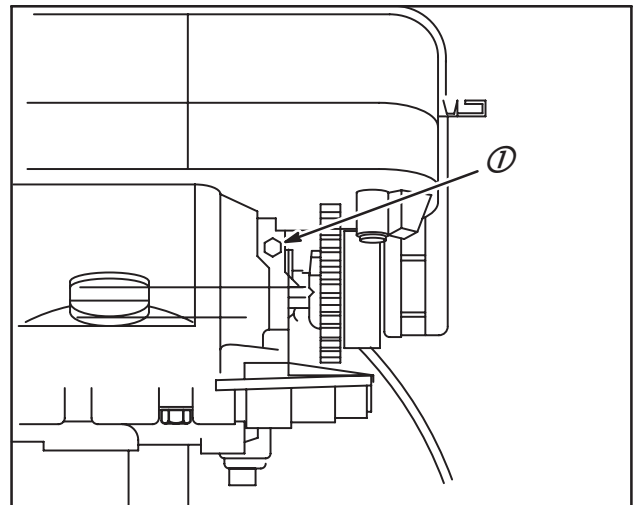

Fig. 22
1. Dévisser la vis de fixation (1) du lanceur et le déposer, Fig. 22.